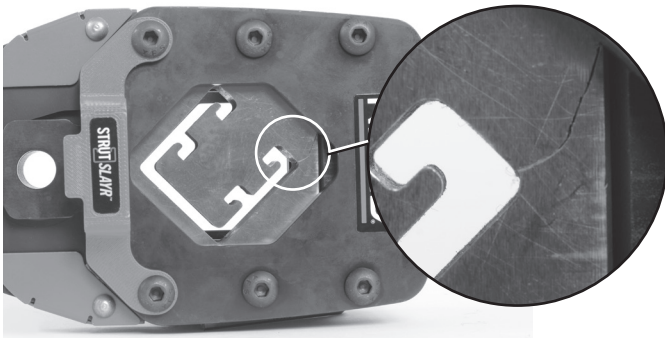

Figure 2A – Exemple de fissuration de lame
- La présence éventuelle de lames fissurées ou ébréchées (Figure 2A),